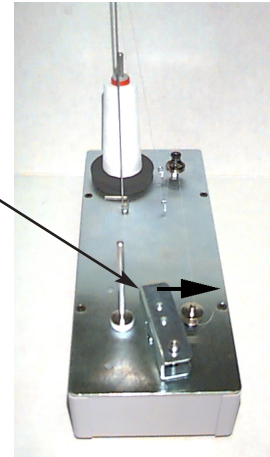

Abbildung 3-30
1. Legen Sie den Faden an wie gezeigt in Abb. 3-30.